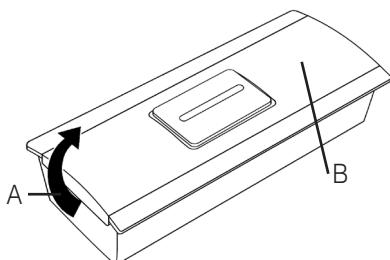

Abbildung 3: Ruftaster
- a) Entfernen Sie zuerst die durchsichtige Plastikfront, indem Sie sie auf einer Seite vom Gehäuse abheben (Abb. 3 A). Verwenden Sie hierzu gegebenenfalls einen kleinen Schraubenzieher.
- c) Nun können Sie die kleine Schraube (Position: Abb. 3 B) mit einem kleinen Kreuzschlitz-Schraubendreher öffnen und die Vorderseite des Ruftasters, hinter der sich die Platine mit der Batterie befindet, abnehmen.
- g) Schrauben Sie die kleine Schraube (Abb. 3 B) mit einem kleinen Kreuzschlitz-Schraubendreher vorsichtig ein.